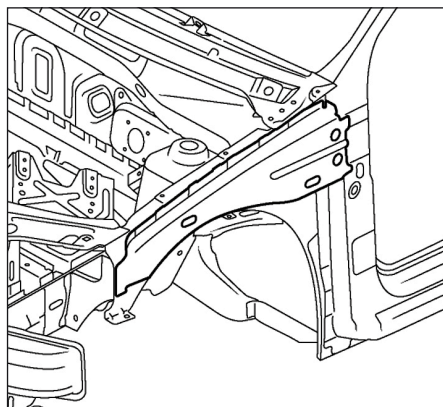

FIG.24
- remplacement complet (Fig.24).